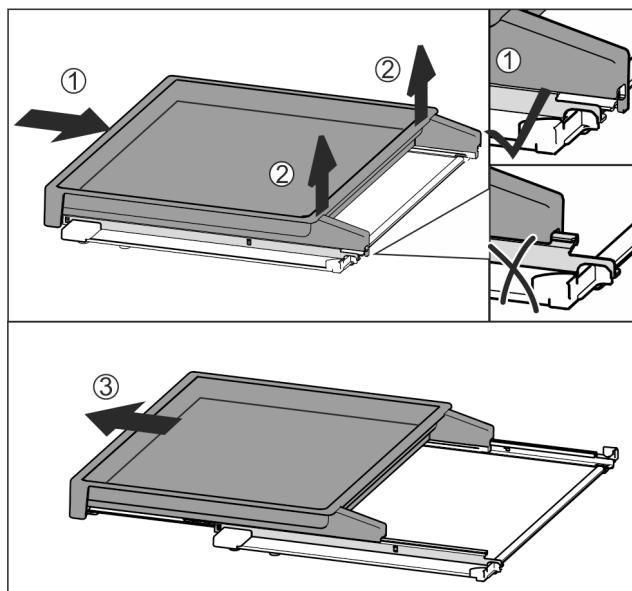

Fig. 61
- ▶ Вставить вытяжную панель полностью Fig. 61 (1).